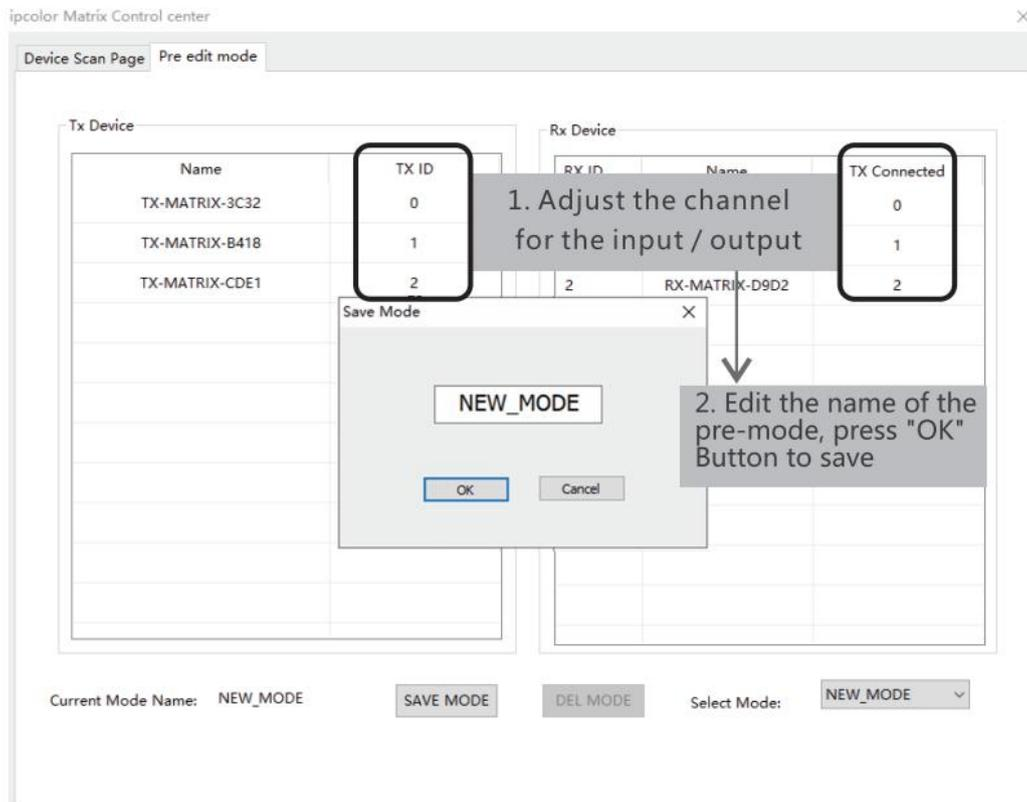

Figura 6
5) Edición en modo preoperatorio como figura 6